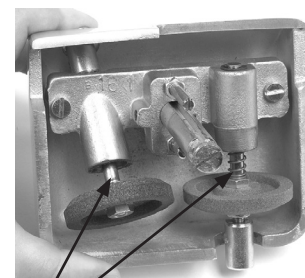

Figure 17-3
2. Déposez quelques gouttes d'huile Globe sur l'axe derrière chaque pierre d'affûtage (Figure 17-3).